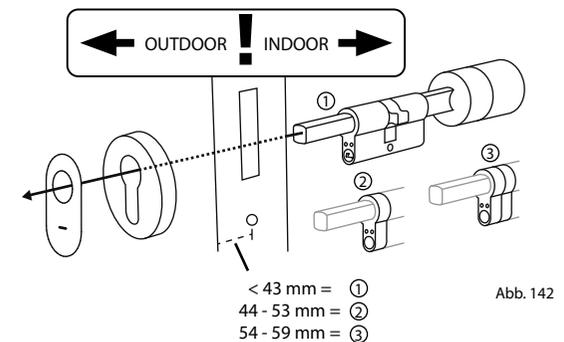

Abb. 142
- 5 Schieben Sie den Zylinder von der Innenseite der Tür aus in das Einsteckschloss der Tür. Schieben Sie die Notschloss-Abdeckung außen auf die Schloss-Welle (Abb. 142).